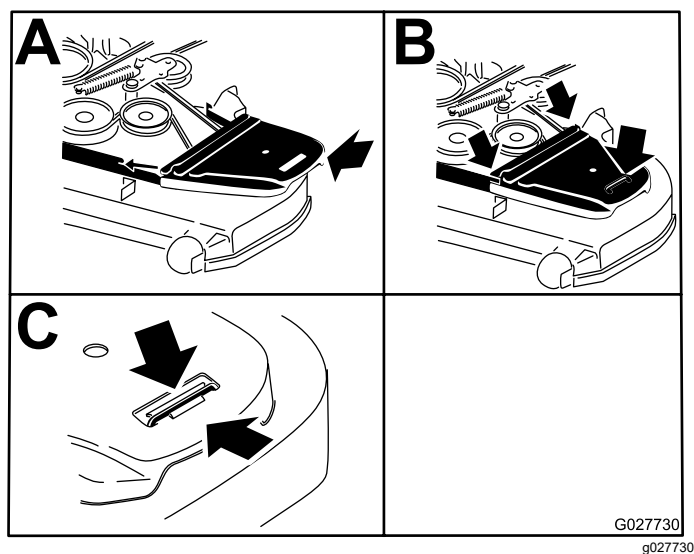

Figura 77
12. Posez les protège-courroies (Figura 77).